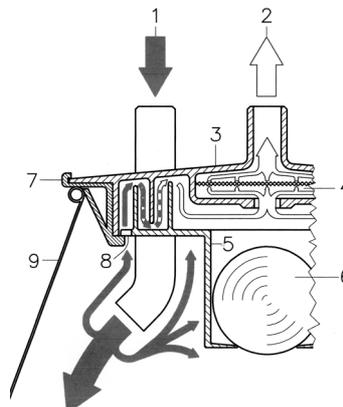

Abbildung 7
- b. der Separationsbehälter des Separationsmelkzeuges mit einem Anschlussdeckel ausgestattet wird, der über **Sicherheitselemente** verfügt, die das Übersaugen von Milchaerosolen und von Milchschaum und die Übermelkung des Separationsbehälters grundsätzlich verhindern (**Sicherheitsmelkdeckel-SMD**, siehe Abbildung 7).